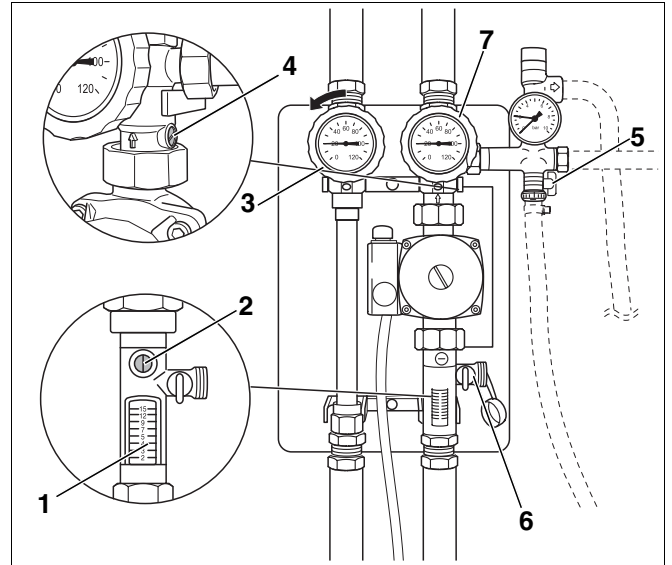

Fig. 13 Preparación del lavado y llenado
- ▶ Acople las tuberías de relleno a la llave de paso FE del grupo de seguridad (fig. 13, **pos. 5**) así como a la llave de paso FE del limitador de caudal (fig. 13, **pos. 6**).
- ▶ Gire la ranura del tornillo de ajuste (fig. 13, **pos. 4**) hasta la posición vertical para abrir el freno por gravedad.
- ▶ Gire la llave esférica izquierda de ida con termómetro integrado (fig. 13, **pos. 3**) en la dirección de la flecha (posición 45 °) a fin de abrir el freno por gravedad.
- ▶ Asegúrese de que la llave esférica derecha de retorno con termómetro integrado (fig. 13, **pos. 7**) esté abierta. El punto en el termómetro debe estar situado arriba.
- ▶ Gire la ranura del tornillo de ajuste (fig. 13, **pos. 2**) hasta la posición vertical para abrir el limitador de caudal.
- ▶ Gire la llave esférica izquierda de ida con termómetro integrado (fig. 13, **pos. 3**) en la dirección de la flecha hasta el tope a fin de cerrar el freno por gravedad.